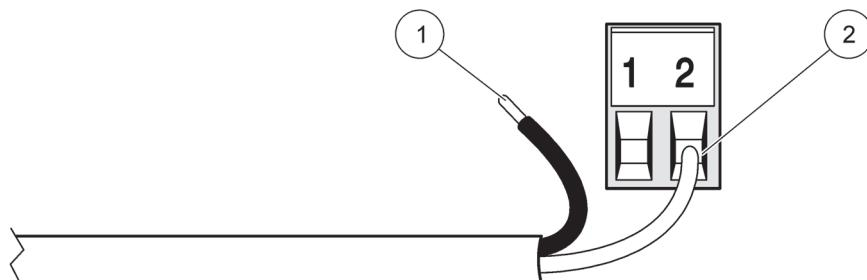
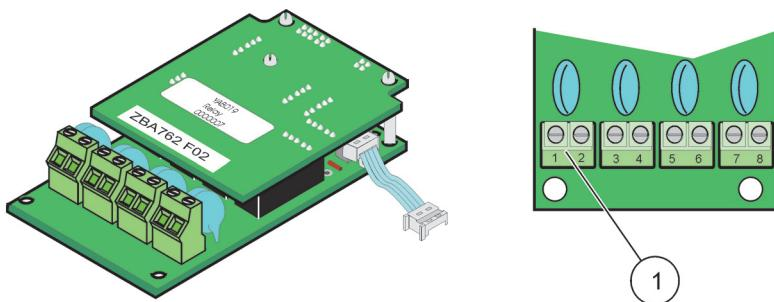
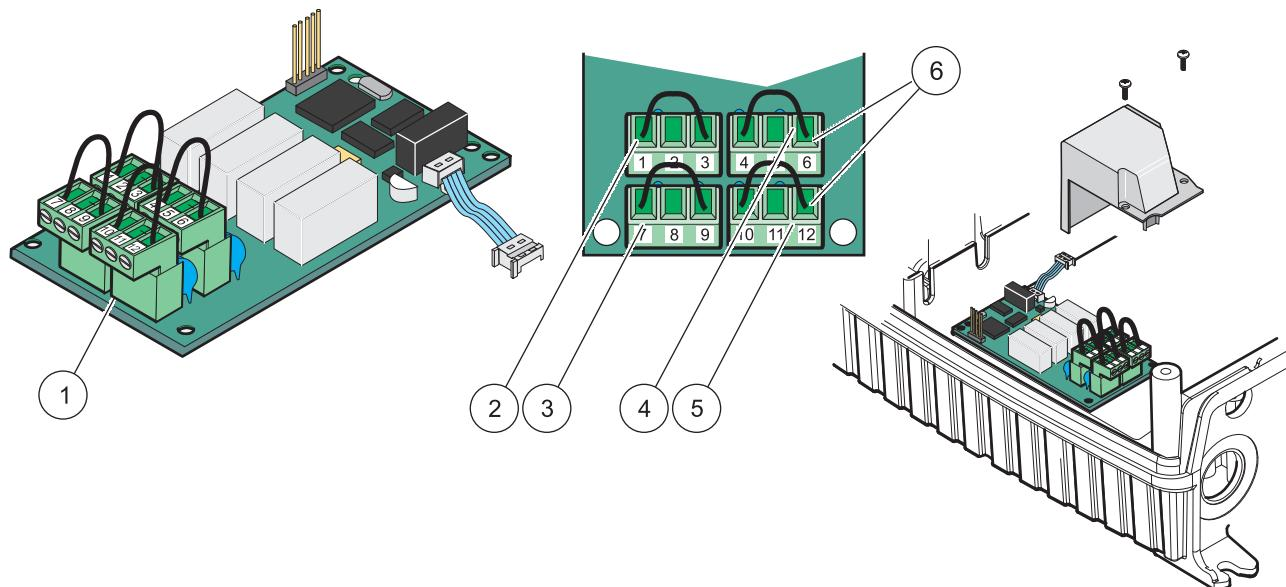

Рисунок 19 Соответствующая подготовка провода и установка
Рисунок 20 Плата реле (старая модель, до 2008 г.)
Рисунок 21 Плата реле (YAB076, переключающие)
5. Пропустите кабель через основание модуля, хорошо подготовьте и вставьте каждый провод (Рисунок 19) в клемму в соответствии с Рисунок 20/Таблица 3 и Рисунок 21/Таблица 4. Осторожно подограйте провод после каждой вставки для того, чтобы убедиться в том, что соединение надежно.